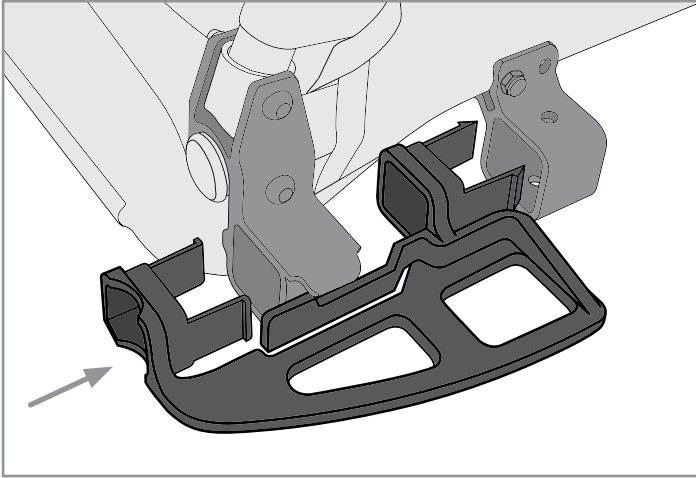

Figure 5
1. Position the wheelguard as shown (Figure 5).
1. Die Radabdeckungen gemäß der Abbildung anbringen (Abbildung 5).
1. Positionnez le garde-roue comme illustré (Figure 5).